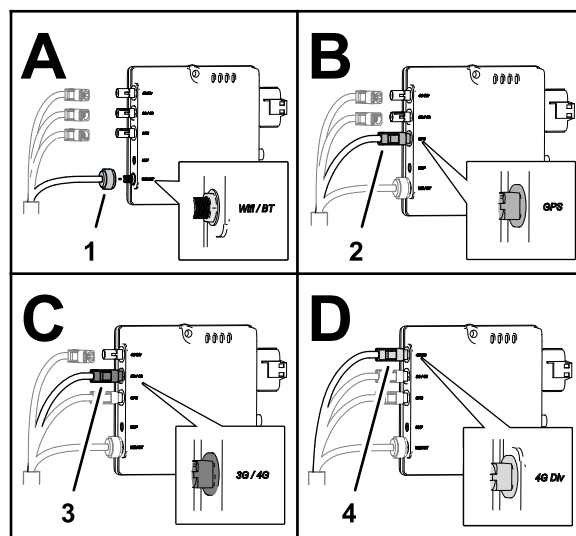

Figura 190
1. Enchufe el conector coaxial del arnés de la antena del módem marcado WiFi en el puerto coaxial del módem CL-55 marcado WiFi/BT, y apriete el conector coaxial (Figura 190).
2. Enchufe el conector rápido coaxial azul del arnés de la antena del módem marcado GNSS en el conector del módem CL-55 marcado GPS hasta que los conectores se enganchen firmemente (Figura 190).
3. Enchufe el conector rápido coaxial violeta del arnés de la antena del módem marcado LTE-1 en el conector del módem CL-55 marcado 3G / 4G hasta que los conectores se enganchen firmemente (Figura 190).
4. Enchufe el conector rápido coaxial rojo del arnés de la antena del módem marcado LTE-2 en el conector del módem CL-55 marcado 4G Div hasta que los conectores se enganchen firmemente (Figura 190).